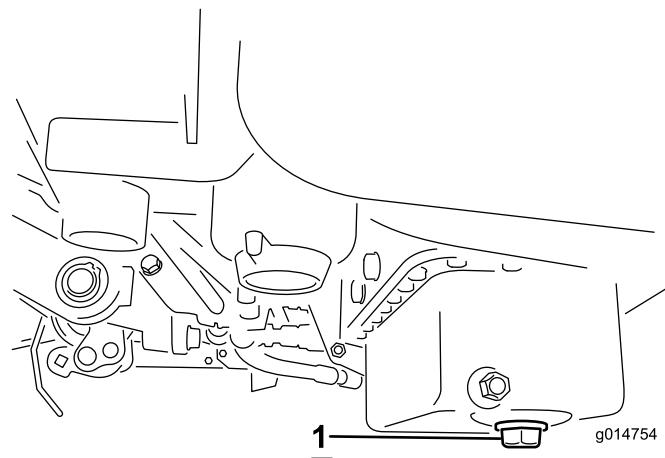

図 42
- ドレンプラグを外してオイルを容器に受けれる。オイルが抜けたらドレンプラグを取り付ける (図 42)。